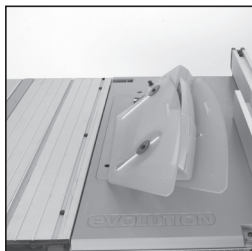

Fig. 9
- S'il est assuré que la protection de la lame de scie fonctionne sur la totalité de la plage de réglage en hauteur, il faut contrôler si la protection fonctionne tout aussi bien lorsque la lame de scie se trouve dans un angle d'inclinaison (**fig. 9**).